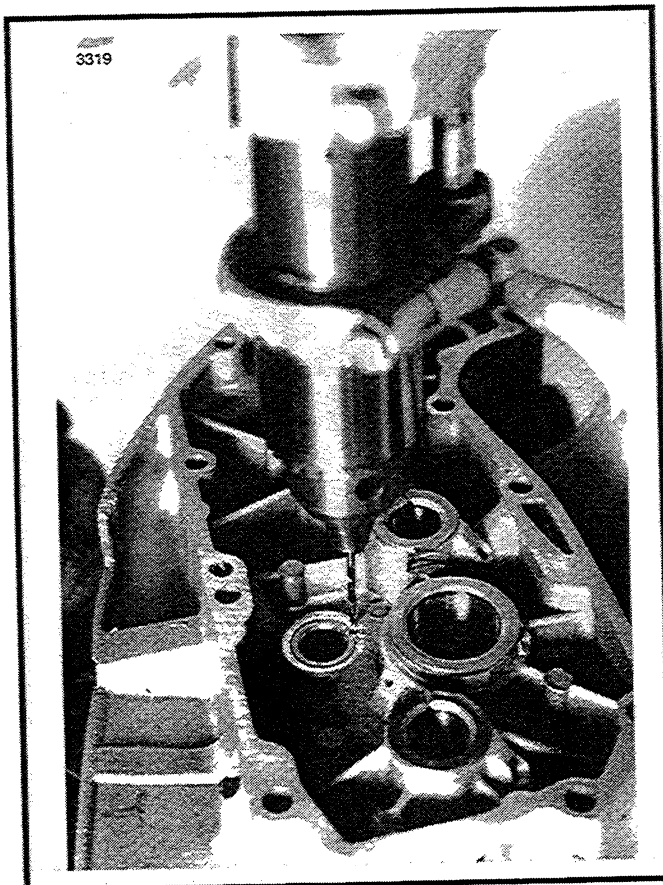

Figure 3-56. Percement du trou pour la cheville
- Bien que la bague d'origine de l'axe du pignon ne soit pas clavetée, la bague de remplacement doit être ancrée par une cheville pour éviter qu'elle ne tourne dans son alésage. Voir Figure 3-56. Forez un trou No. 31 profond de 0,281 po. (7,14mm) au sommet du bombement (du côté du sommet du couvercle), en centrant le foret sur le périmètre de l'alésage (le trou est percé moitié dans le couvercle et moitié dans la bague).